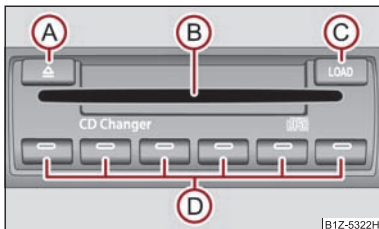

Abb. 128 CD-Wechsler
- Tippen Sie die Taste (C) ⇒ Abb. 128 und führen Sie die CD (Compact Disk) in den CD-Schacht (B) ein. Die CD wird automatisch auf die niedrigste freie Position im CD-Wechsler geladen. Die Leuchtdiode in der entsprechenden Taste (D) hört auf zu blinken.